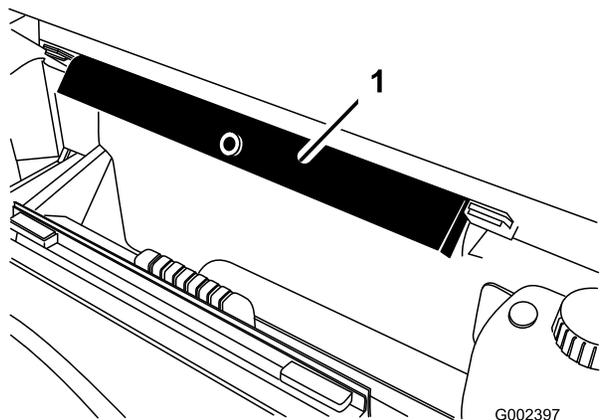

図 12
2. ROPS パネルの後ろについている保管用ブラケットから安全サポートを取り外す (図 12)。